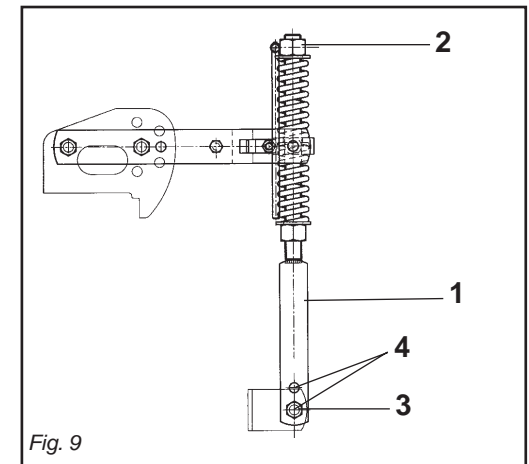

Fig. 9
- 6 - Il martinetto a molla (1 Fig. 9) oltre a sostenere la lamiera livellatrice ed ammortizzarla nel trasporto su strada, serve a evitare il ribaltamento della macchina durante il parcheggio.
La regolazione del precarico sulla molla si effettua avvitando e svitando il dado superiore (2 Fig. 9), agendo con l'apposita leva.
A seconda della posizione, determinata del bullone (3 Fig. 9) sui vari fori posti nel martinetto (4 Fig. 9) si riesce ad aumentare o diminuire l'effetto della lamiera livellante sul terreno.
- 6 - *Besides supporting the levelling plate and acting as a shock absorber for it during road transport, the spring ram (1 Fig. 9) prevents the machine from overturning when parking. To adjust the spring pre-loading, screw or unscrew the upper nut (2 Fig. 9) using the spring adjuster. The effect of the levelling plate on the soil can be increased or decreased depending on the position, established by the position of the nut (3 Fig. 9) in the various holes in the ram (4 Fig. 9).*
- 6 - *Le vérin à ressort (1 Fig. 9) sert de soutien à la tôle de nivellement et de suspension pendant le transport sur route, pour éviter le basculement du cultivateur lors du stationnement. Pour régler la pression du ressort, vissez ou dévissez l'écrou supérieur (2 Fig. 9) avec la manivelle. L'effet de la tôle de nivellement sur le terrain peut être augmenté ou diminué en changeant la position du boulon (3 Fig. 9) dans les différents trous du vérin (4 Fig. 9).*
- 6 - El gato de resorte (1 Fig. 9), además de sostener la chapa de nivelación y protegerla durante el transporte en carretera, sirve para evitar el vuelco de la máquina durante el estacionamiento.
Por regular la presión sobre el resorte, atornillar o destornillar la tuerca superior (2 Fig. 9) con el gato.
De acuerdo a la posición, determinada de la turca (3 Fig. 9) en los diversos orificios del gato (4 Fig. 9) se logra aumentar o disminuir el efecto de la chapa de nivelación sobre el terreno.
- 6 - Die Federwinde (1 Abb. 9) trägt nicht nur das Planierschild und dient beim Straßen-transport zur Dämpfung von Stößen, sondern sie soll auch verhindern, daß die Maschine während des Parkens umkippt.
Um die Feder zu verstellen, verschrauben oder aufschrauben Sie die obene Mutter (2 Abb. 9) mit dem Spindel.
Je nach der Position, die durch der Mutter (3 Abb. 9) in den verschiedenen Löchern des Windenrohres (4 Abb. 9) festgelegt wird, kann die Wirkung des Planierschildes auf den Boden erhöht oder verringert werden.